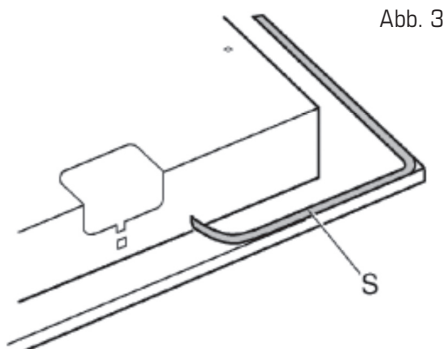

Abb. 3
- Drehen Sie das Gerät um und verlegen Sie die Dichtung S entlang des Außenrandes (siehe Abb. 3).